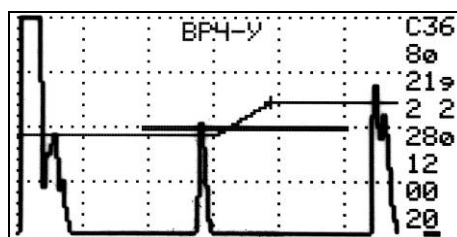

Рисунок 82 – Установка первой точки закона ВРЧ.
6.3.2.4 Повторить п.6.3.1.6 и установить первую точку ВРЧ чуть правее эхо-сигнала от нижнего отражателя (см. рисунок 82).